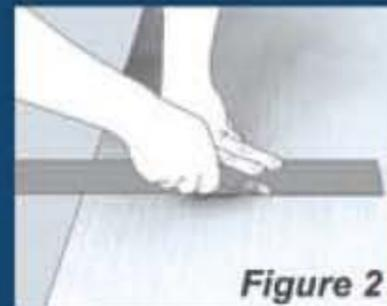

Figure 2
1. Couper la membrane à l'aide d'un couteau à lame rétractable ou d'un ciseau régulier (figure 2).